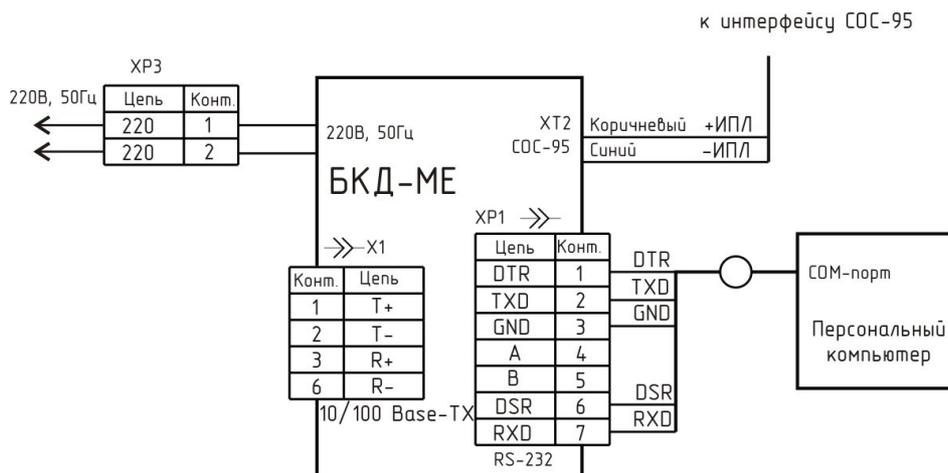

Рисунок 7 - Схема подключения БКД-МЕ к ПЭВМ по RS-232
1) Подсоединить БКД-МЕ к СОМ-порту персонального компьютера с использованием соединителя «БКД-ЭВМ» ЭСАТ.685621.076 (рисунок 7).